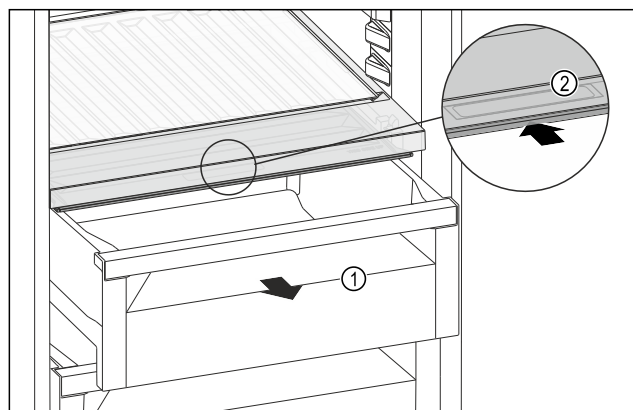

Fig. 117
- Tërhiqni jashtë sirtarin Fig. 117 (1).
- Kapni dorezën e futur Fig. 117 (2) në kapakun e ndarjes dhe në të njëjtën kohë shtyni për prapa kapakun e ndarjes.